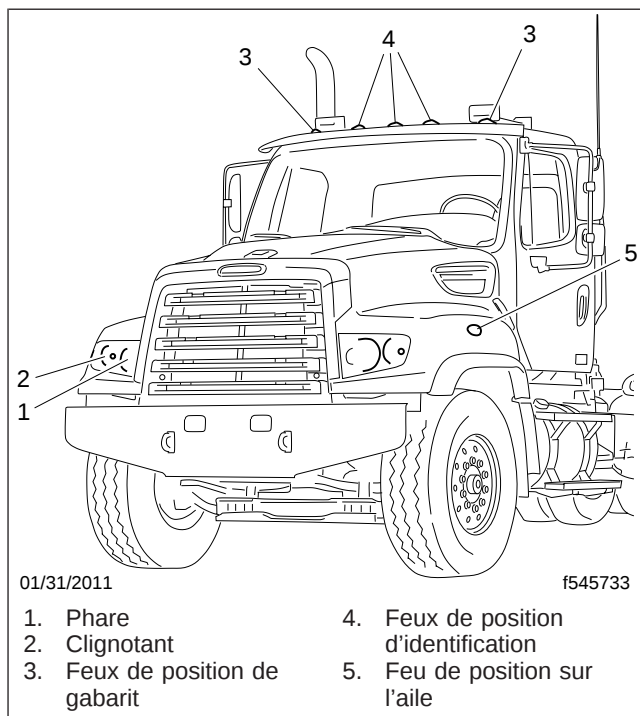

Fig. 21.8, Feux extérieurs
12. Vérifiez le fonctionnement de l'ensemble de l'éclairage extérieur. Voir la figure 21.8.